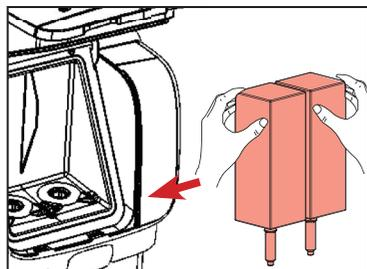

图 5
4. 用刷子清洁定量器开口，用干净的湿布清洁冷藏室内部，用干净布或纸巾擦干 (见图 4)。然后放回饮料包 (见图 5)。